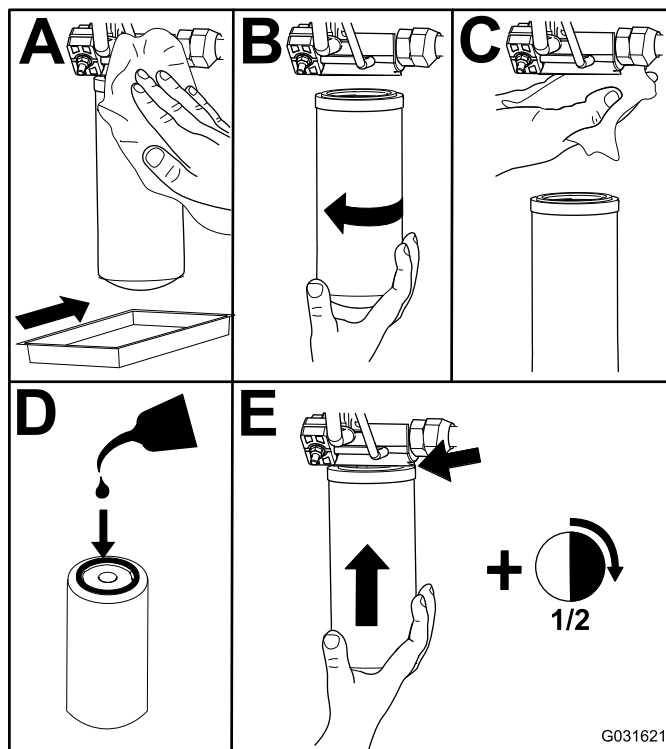

Figure 77
- Remplacez les filtres hydrauliques (Figure 77).